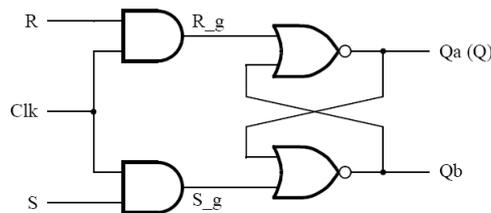
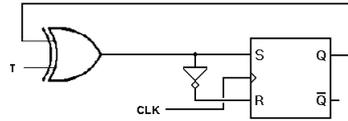

FIGURE 7 – Bascule SR
FIGURE 8 – Bascule T
1. Ouvrez un nouveau projet et réalisez le circuit de la figure 7.
2. Écrivez la table logique pour ce circuit (Note : il faut prendre en compte de délai). Simulez votre design à l'aide du logiciel Quartus. Expliquez pourquoi on l'appelle Set-Reset (SR).
3. On peut réaliser une bascule de type T en modifiant le circuit précédent comme montré dans la figure 8. Écrivez la table logique (réutilisez la table du circuit précédent) et expliquez pourquoi on l'appelle Toggle (T).